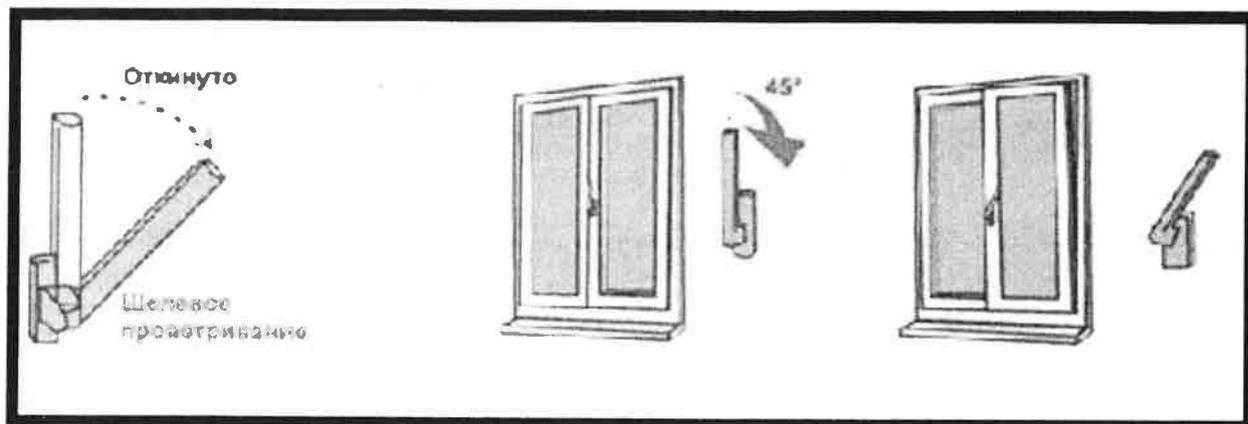

Рис.3. Щелевое проветривание пластиковых окон.
5) Для перевода створки в положение «Проветривание» ручку поворачивают из положения «Откинута» в положение «Проветривание» на 45 градусов (см. Рис. 3) При этом створка окна (после небольшого поворота относительно нижней горизонтальной оси) фиксируется, будучи неплотно прижатой к раме окна вверху. Зазор между рамой окна и створкой (в верхней части) в данном режиме может составлять от 5 до 10мм. и регулируется небольшим поворотом ручки (щелевой режим).